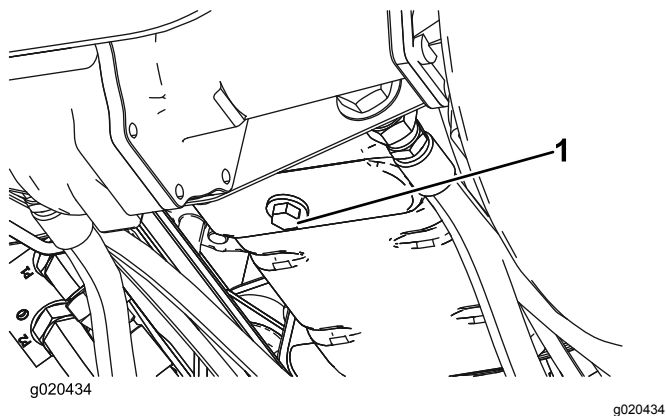

図 33
1. ドレンプラグ図 33 を外してオイルを容器に受ける。オイルが抜けたらドレン・プラグを取り付ける。